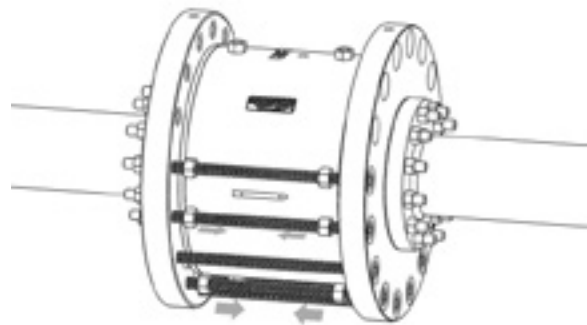

Abbildung 22 – Lösen Sie die Wirbelmuttern.
18. Lösen Sie die Wirbelmuttern von den Leitungsflanschen weg, wie in Abbildung 22 unten gezeigt. Die empfohlene minimale Distanz der Vorderseite der Unterlegscheibe von der Vorderseite des Leitungsflanschs beträgt 1 Zoll (25,4 mm).